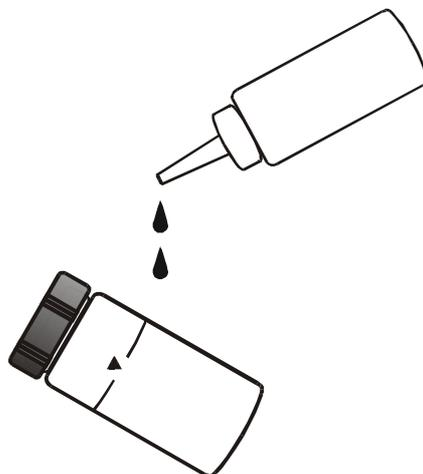

图 9: 使用一层薄薄的硅油
7. 使用一层薄薄的硅油 (仪器本身提供) 滴到采样瓶上(参阅图 9), 为了使硅油平均地分布在采样瓶表面, 请用专用无纺布擦拭采样瓶。